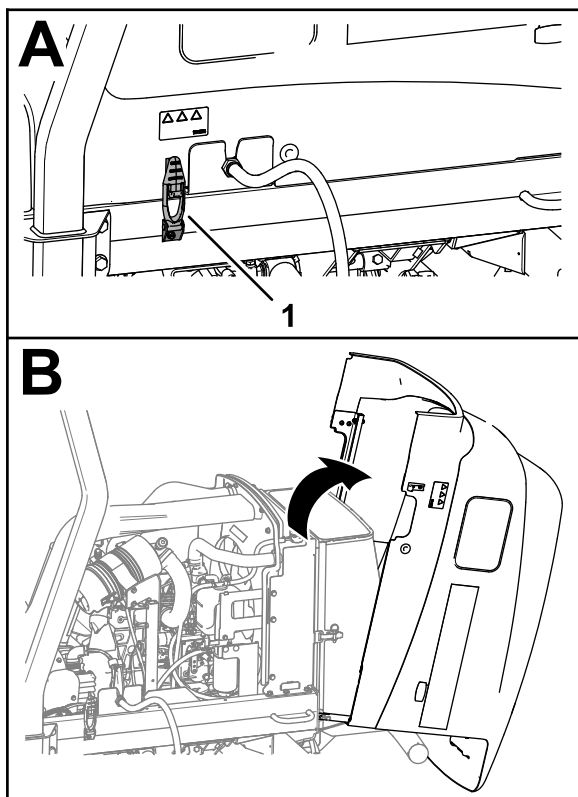

Figura 64
1. Desenganche los 2 cierres del capó (Figura 64).